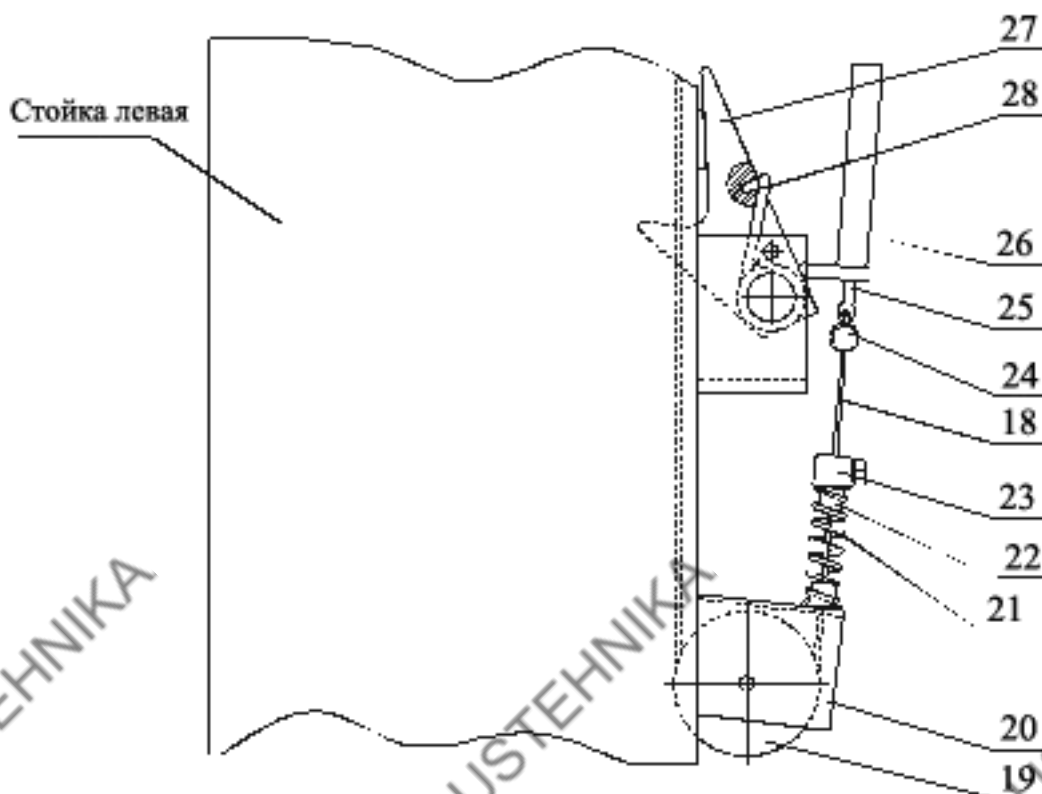

Рисунок 9. Система стопорения кареток
6.7 Установить тросик системы стопорения (рисунок 9). Для этого снять крышку, закрывающую стопор-защелку на левой стойке, отвернув два болта. Тросик 18 системы стопорения, закрепленный на правой стойке (с насосной станцией), протянуть через блоки и направляющие трубки в верхней поперечной балке на стойку левую и вывести через блок 19 и отверстие в кронштейне 20 наружу. На свободный конец тросика надеть пружину 21 со втулками 22, выбрать слабинку тросика и затянуть зажим 23.